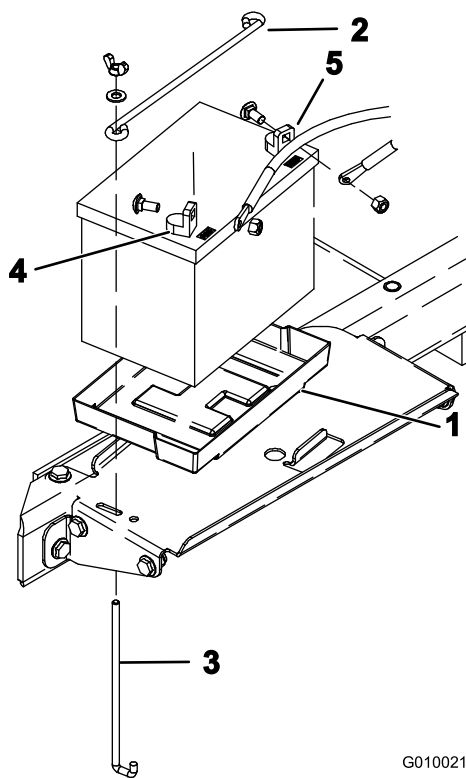

Рисунок 6
8. Установите аккумуляторную батарею на поддон в аккумуляторном отсеке (Рисунок 6). Устанавливайте аккумуляторную батарею клеммами наружу.
9. Закрепите аккумуляторную батарею на основании отсека с помощью прижима, 2 зажимных стержней, 2 плоских шайб и 2 барашковых гаек (Рисунок 6).
10. Сначала подсоедините положительный кабель (красный) к положительной (+) клемме аккумуляторной батареи посредством каретного болта и гайки (Рисунок 6), а затем отрицательный кабель (черный) к отрицательной (-) клемме аккумуляторной батареи посредством каретного болта и гайки (Рисунок 6). Наденьте на положительную клемму резиновый колпачок для предотвращения возможного замыкания на массу.